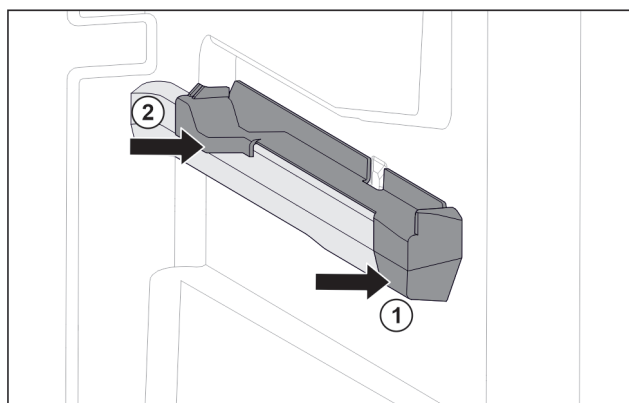

Fig. 75 Påsettsingsdel på høyre beholderribbe
- Sett på påsettsingsdel foran på beholderribben. Fig. 75 (1)
- Trykk på påsettsingsdel bak. Fig. 75 (2)